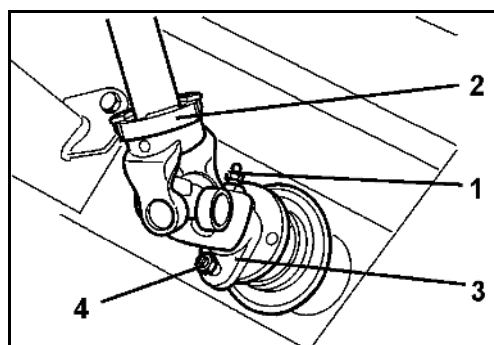

Fig. 52
6. Løsn smøreniplerne (Fig. 52/1), og sæt kraftoverføringsakslen på (Fig. 52/2).
7. Fastgør koblingsnavet (Fig. 52/3) med en brydebolt (Fig. 52/4).
8. Skru smøreniplen fast (Fig. 52/1).